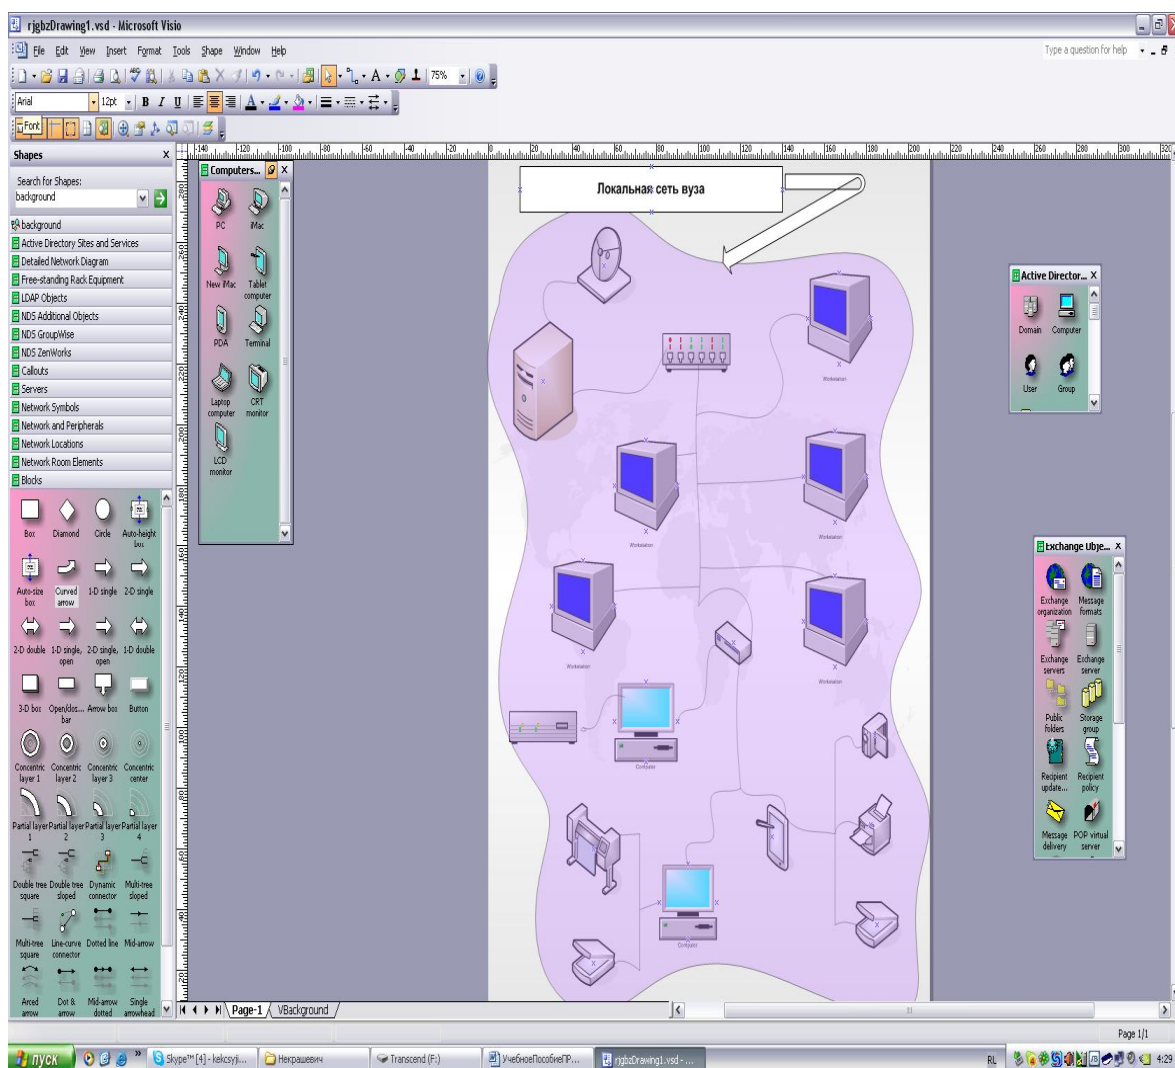

Рис.49. Образец рисунка в MS Visio.
групп фигур, как это показано на рис. 49. Панели групп фигур (шейпов) открываются через команды: **File – Shapes** (Файл – Фигуры) или на стандартной панели инструментов щелкнуть на кнопке  Формы. Все открытые панели групп фигур Visio отображает в левой части экрана.
4. Создать рисунок по образцу, приведенному ниже (рис. 49).
6. Измените размеры фигур с помощью манипуляторов, измените форму двумерной фигуры (рис. 49, 51), используя желтые маркеры. Шейп **1-D single** из документа удалить.
13. Щелкните на кнопке **Text Tool**  на стандартной панели инструментов (для отключения и включения инструментов из этой группы используйте кнопку ). Перетяните указатель мыши, расширяя тем самым текстовый блок до необходимых размеров. Введите текст “Локальная сеть вуза” (рис. 49). Отформатируйте текст, используя панель инструментов форматирования: